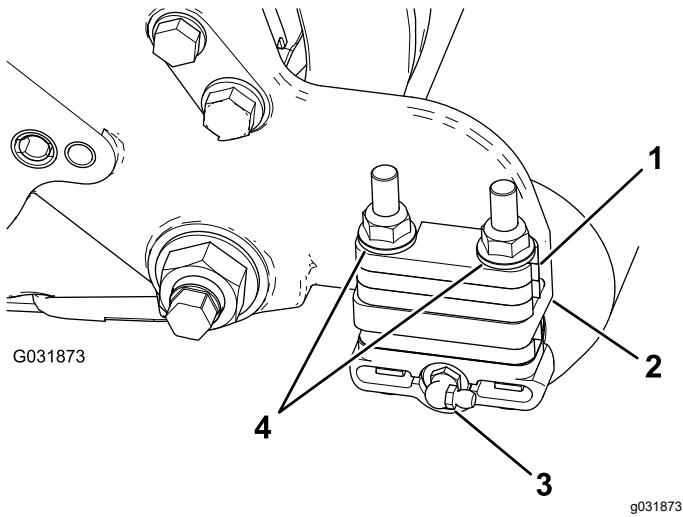

図 7
1. ローラブラシハウジングのついているカッティングユニットの側面からグリスフィッティングを外す図7。
3. 各ローラブラケットをサイドプレートに固定している2本のフランジロックナットを外す図7。